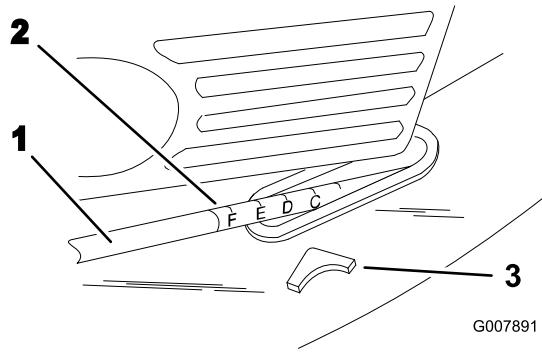

Figura 17
3. Levante o baje la barra, y utilice el puntero y el ajuste de altura de corte de la varilla de acoplamiento para fijar la altura de corte deseada (Figura 17).